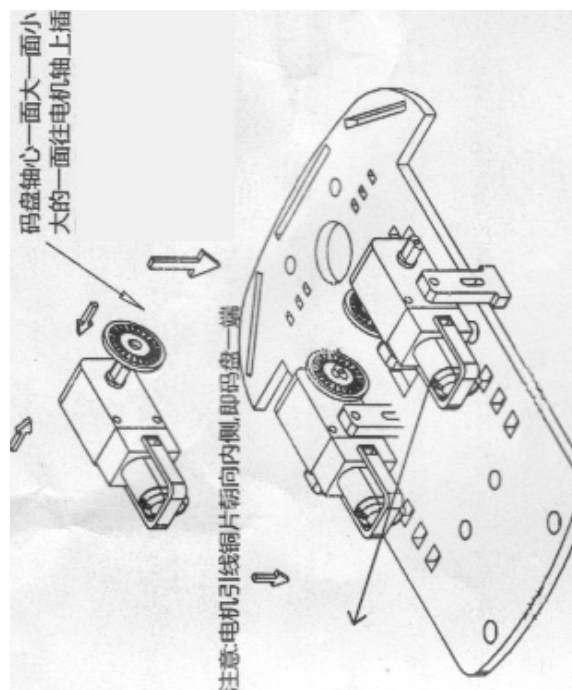

图 12-19 安装码盘
② 安装码盘，并把电机固定在底盘上，如图 12-19 所示。码盘轴心一面大一面小，大的一面往电机轴上插（注意：电机引线铜片朝向内侧，即码盘一端）。